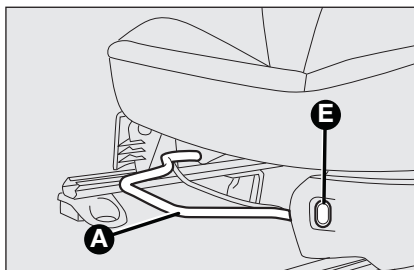

fig. 17
#### Længdeindstilling fig. 17
#### Opvarmning af sæder fig. 17 (hvis funktionen forefindes)
**VIGTIGT!** Hvis man løfter grebet **D** inden sædet er låst fast i udgangsstillingen, mister man sædets udgangsstilling og skal igen indstille sædets position ved hjælp af indstilling frem eller tilbage **fig. 17**.
For at bringe sædet tilbage i udgangsstilling skal man skubbe sædet bagud ved at skubbe på ryglænet (bevægelse ④), flytte grebet **D** (bevægelse ⑤) og rette ryglænet op (bevægelse ⑥), indtil det klikker på plads. Juster længdepositionen ved hjælp af grebet **A-fig. 17**.